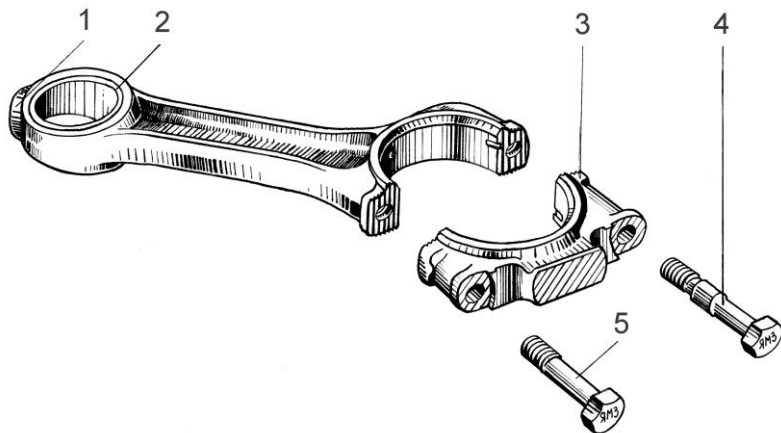

Рисунок 10 – Шатун:
**Шатун** (рис. 10) - стальной, двутаврового сечения, с косым разъемом нижней головки, со скосами на верхней головке, без масляного канала в стержне.